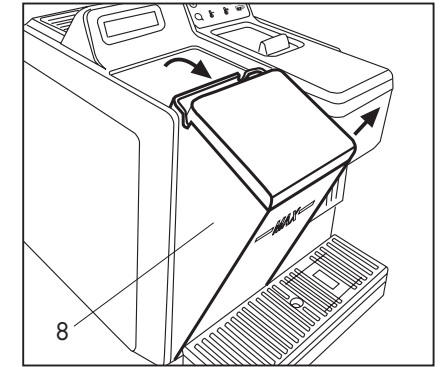

Fig. 1
- Para extraer el depósito, presione ligeramente la parte superior, hacer deslizar y girar hacia el exterior. Levante el depósito hacia arriba una vez Extráigalo del compartimento. **(Fig.1)**